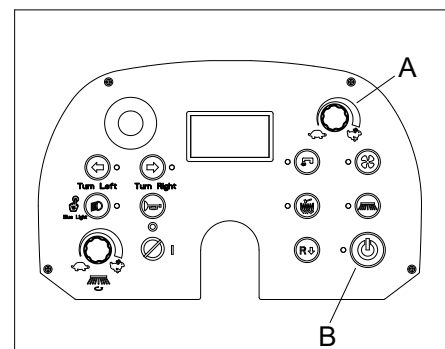

Abb. 12
Im Falle des Betriebs auf nassen Böden, muss das Vakuumsystem zur Vermeidung der Beschädigung des Staubfilters durch Drücken der Saugtaste (A, Abb. 12) ausgeschaltet werden.
5. Für den korrekten Betrieb der Maschine muss der Staubfilter so sauber wie möglich sein. Schalten Sie zum Reinigen während des Kehrens den Filterrüttler ein, indem Sie die Filterrüttlertaste (B, Abb. 12) drücken. Während dieses Vorgangs wird der Saugmotor automatisch abgeschaltet. Nach dem Reinigen des Filters nimmt das Saugsystem automatisch weiter seinen Betrieb auf; beginnen Sie im Anschluss wieder mit dem Kehren. Während der Arbeit kann der Modus „automatische Filterreinigung“ durch Drücken der Filterrüttlertaste (B, Abb. 12) für 1 Sekunde aktiviert werden, wodurch der Filterreinigungsvorgang im Durchschnitt alle 10 Minuten wiederholt werden kann (abhängig von der Staubigkeit des zu reinigenden Bereichs kann das Intervall von 1 bis 60 Minuten eingestellt werden. Zur Parametereinstellung siehe die Service-Anleitung).